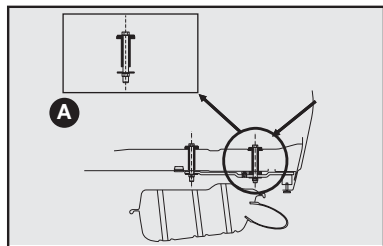

fig. 11
- Efetuar no veículo a furação com  $\varnothing$  (diâmetro) 11 mm traspassando o assoalho posterior (ver detalhe **A-fig. 11**) e a longarina nas marcas esquemáticas indicadas na figura correspondente ao modelo do seu veículo (**12 a 14**).